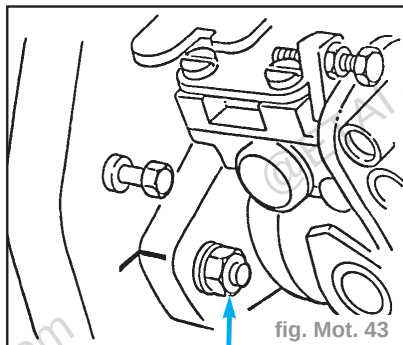

fig. Mot. 43
- Desserrer les boulons et l'écrou de réglage (flèche) de la pompe à injection (fig. Mot. 43).